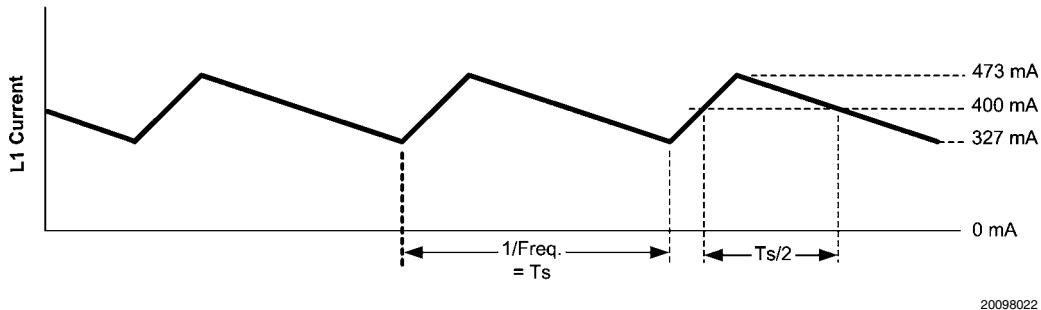

图12. 电感电流波形
**b) 容许的纹波:** 在  $V_{OUT2}$  (当  $V_{IN} = 75V$ ) 处所容许产生的最大纹波电压为  $200\text{mV}$  峰峰值, 假定 C2 的 ESR 为  $0.5\Omega$ 。在最大  $V_{IN}$  处, 纹波电流为  $146\text{mA}$  峰峰值。产生的纹波电压为  $73\text{mV}$  峰峰值。由于存在电容, 会有  $127\text{mV}$  峰峰值的纹波电压。利用图 12 的波形来计算由于纹波电流而进入 C2 的平均电流。
在导通时间的半程，当电流达到 $I_0$ （图12中的400mA）时开始启动，电流持续增加到其峰值（473mA），然后经过关断期间的半程时间降低至400mA。该部分波形的平均值为36.5mA，将会产生一半的电压纹波，约为63.5mV。间隔是频率周期时间的一半，约1.26μs。利用电容的基本公式：